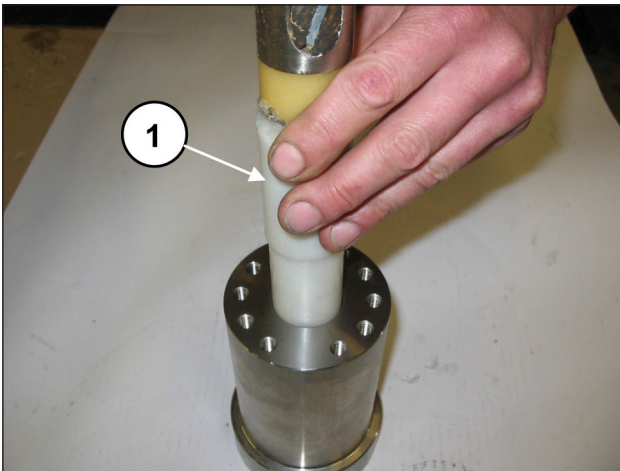
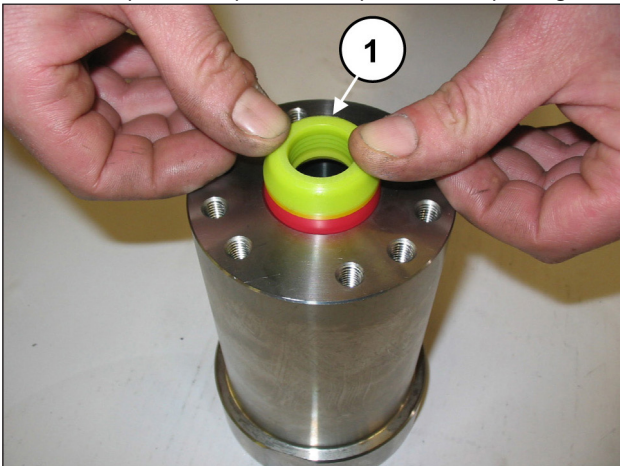
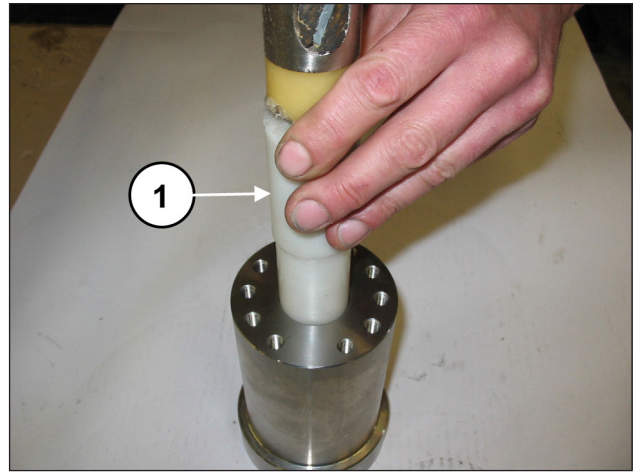

Fig. 117
Fig. 118
Fig. 119
Pour installer correctement la douille en position axiale, utiliser l'outil (réf. 27921100 pour SM14, réf. 27921200 pour SM16, réf. 27921300 pour SM18, réf. 27911200 pour SM20, réf. 27911400 pour SM22, réf. 27911500 pour SM24) (rep. ①, Fig. 117 et Fig. 118).
Introduire le lot H.P. (haute pression) (rep. ①, Fig. 118 vu la légère interférence entre le joint et la chemise, pour éviter tout dommage, il est conseillé d'utiliser l'outil (réf. 27673200 pour SM14, SM16 et SM18, réf. 27673300 pour SM20, pour SM22 et pour SM24) (rep. ①, Fig. 119).